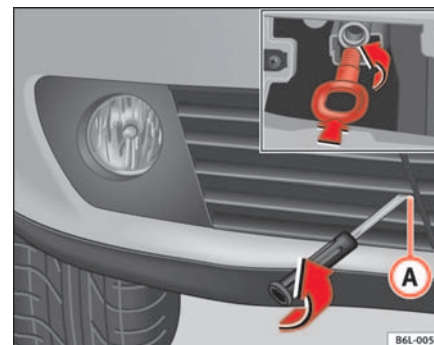

Fig. 157 Argolla de remolque delantera
- Extraiga el tornillo  ⇒ página 233, fig. 157.